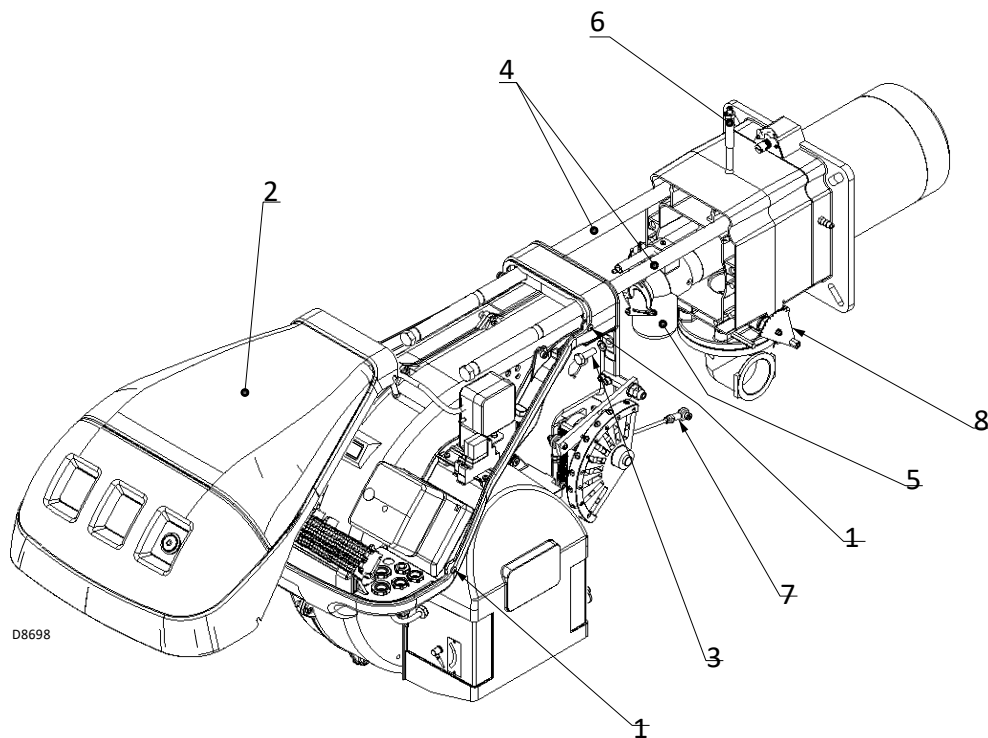

Рис.38
Проверьте, свободны ли выходные отверстия для газа на фазе розжига (в распределителе горелочной головки) от примесей или ржавчины. В случае сомнений разберите колено 5)(Рис. 38, стр. 33).
- Ослабьте винты 1) и снимите кожух 2)(Рис. 38).
- Установите на место винты 3)(Рис. 38) и осторожно вытяните кабели датчика и электрода, пока они не станут слегка натянутыми.